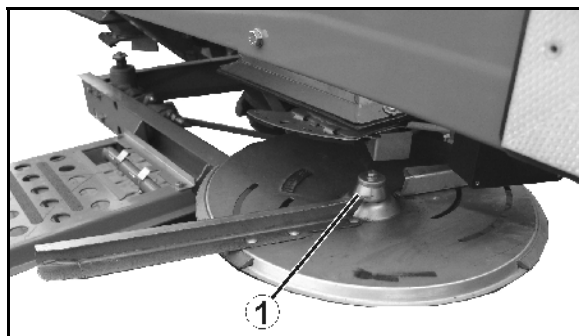

Bild 59
1. Ta bort vingmuttrar (Bild 59/1).